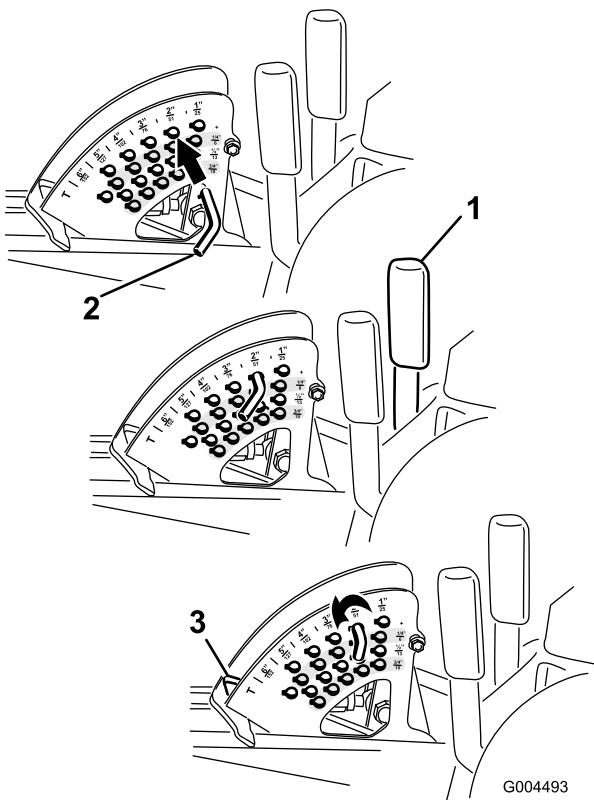

Figura 24
Nota: Para bloquear la carcasa del cortacésped en posición elevada, eleve la carcasa más allá de la posición de 15 cm, retire el pasador de tope de altura de corte (consulte Ajuste de la altura de corte), y ponga el pasador en la posición de altura de corte de 15 cm (Figura 24).
1. Con el motor en marcha, tire hacia atrás de la palanca de elevación de la carcasa hasta que la carcasa del cortacésped esté elevada del todo y suelte la palanca inmediatamente (Figura 24).
2. Para ajustar, gire el pasador de tope hasta que el pasador cilíndrico que contiene se alinee con las ranuras de los taladros del soporte de altura de corte, y retire el pasador (Figura 24).
3. Seleccione un taladro del soporte de altura de corte que corresponda a la altura de corte deseada, inserte el pasador y gírelo para bloquearlo en esa posición (Figura 24).
Nota: Hay cuatro filas de taladros (Figura 24). La fila superior corresponde a la altura de corte impresa encima del pasador. La segunda fila corresponde a la altura impresa más 6 mm. La tercera fila corresponde a la altura impresa más 12 mm. La fila inferior corresponde a la altura impresa más 18 mm. Para la posición de 15,8 cm hay un solo taladro, situado en la segunda fila. Esta posición no añade 6 mm a la altura de 15,8 cm.